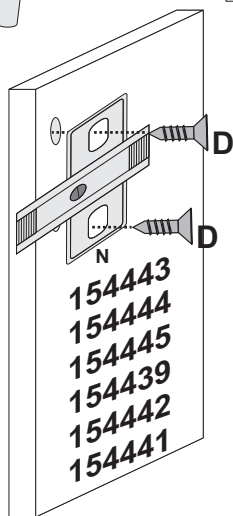

FIGURA 02
- 2 - Fixar o calço dobradiça (N) nas peças 154443, 154444, 154445, 154439, 154442 e 154441 usando parafuso 35x12 (D). FIGURA 02